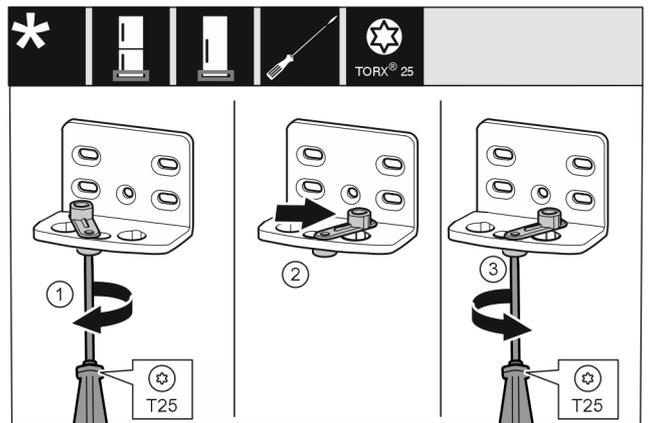

Fig. 14
▶ 用 T25 螺丝刀拧松螺钉。 Fig. 14 (1)
▶ 将关门辅助装置提起并向右 90° 转入钻孔。 Fig. 14 (2)
▶ 用 T25 螺丝刀拧紧螺钉。 Fig. 14 (3)